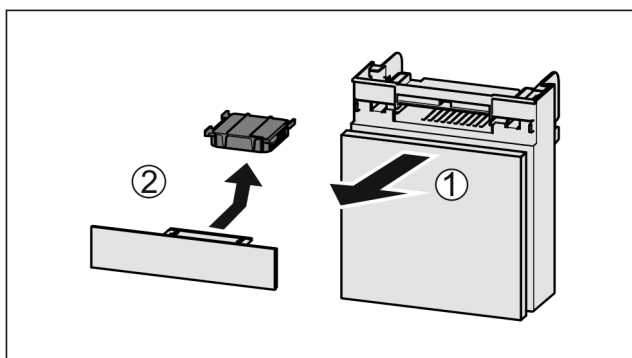

Fig. 199
- Zásuvku vytáhněte dopředu Fig. 199 (1).
- Filtr s aktivním uhlím vyjměte Fig. 199 (2).